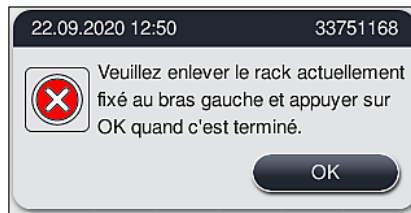

Fig. 131
5. Confirmer en appuyant sur **Ok** (→ "Fig. 131").